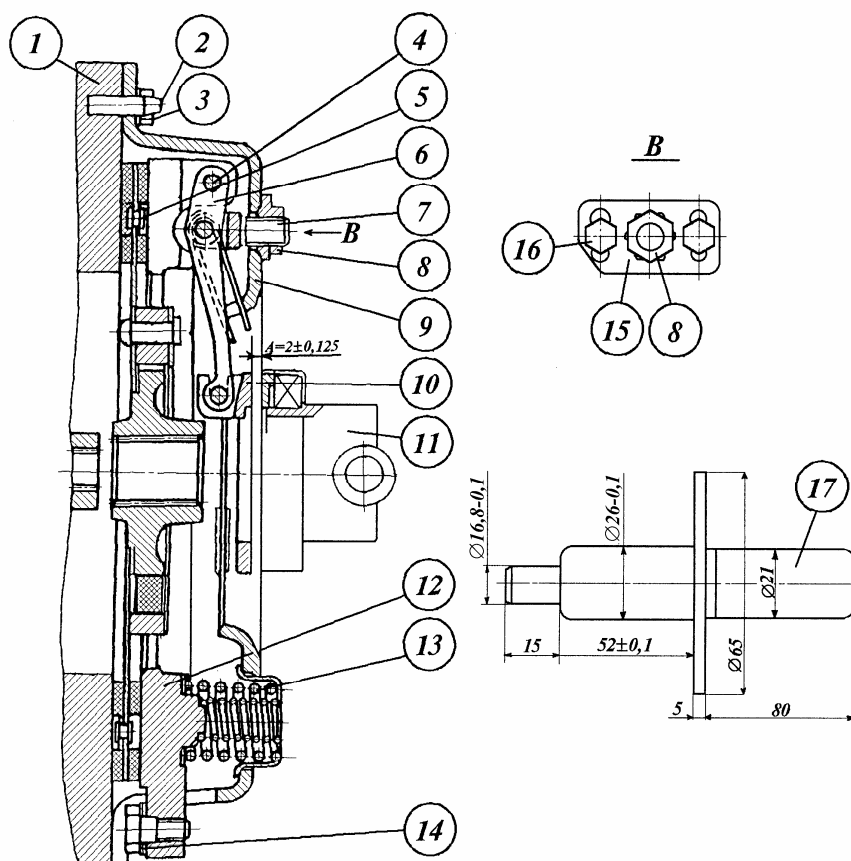
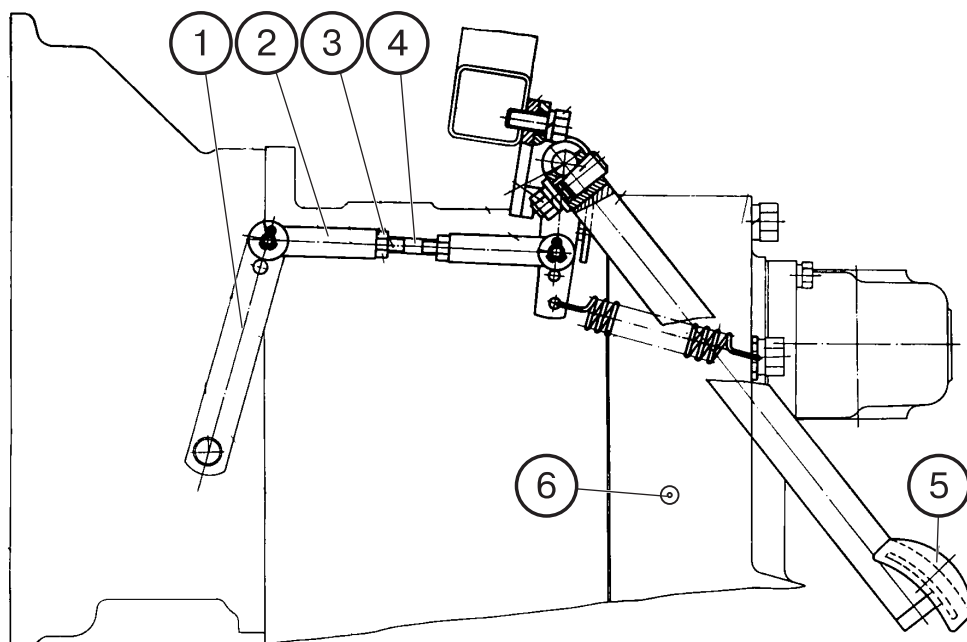

Рис. 16. Муфта сцепления
Рис. 17. Управление сцеплением
**Управление сцеплением** производится педалью 5 сцепления (рис. 17) через систему рычагов и отводку 11 (рис. 16) с выжимным подшипником.